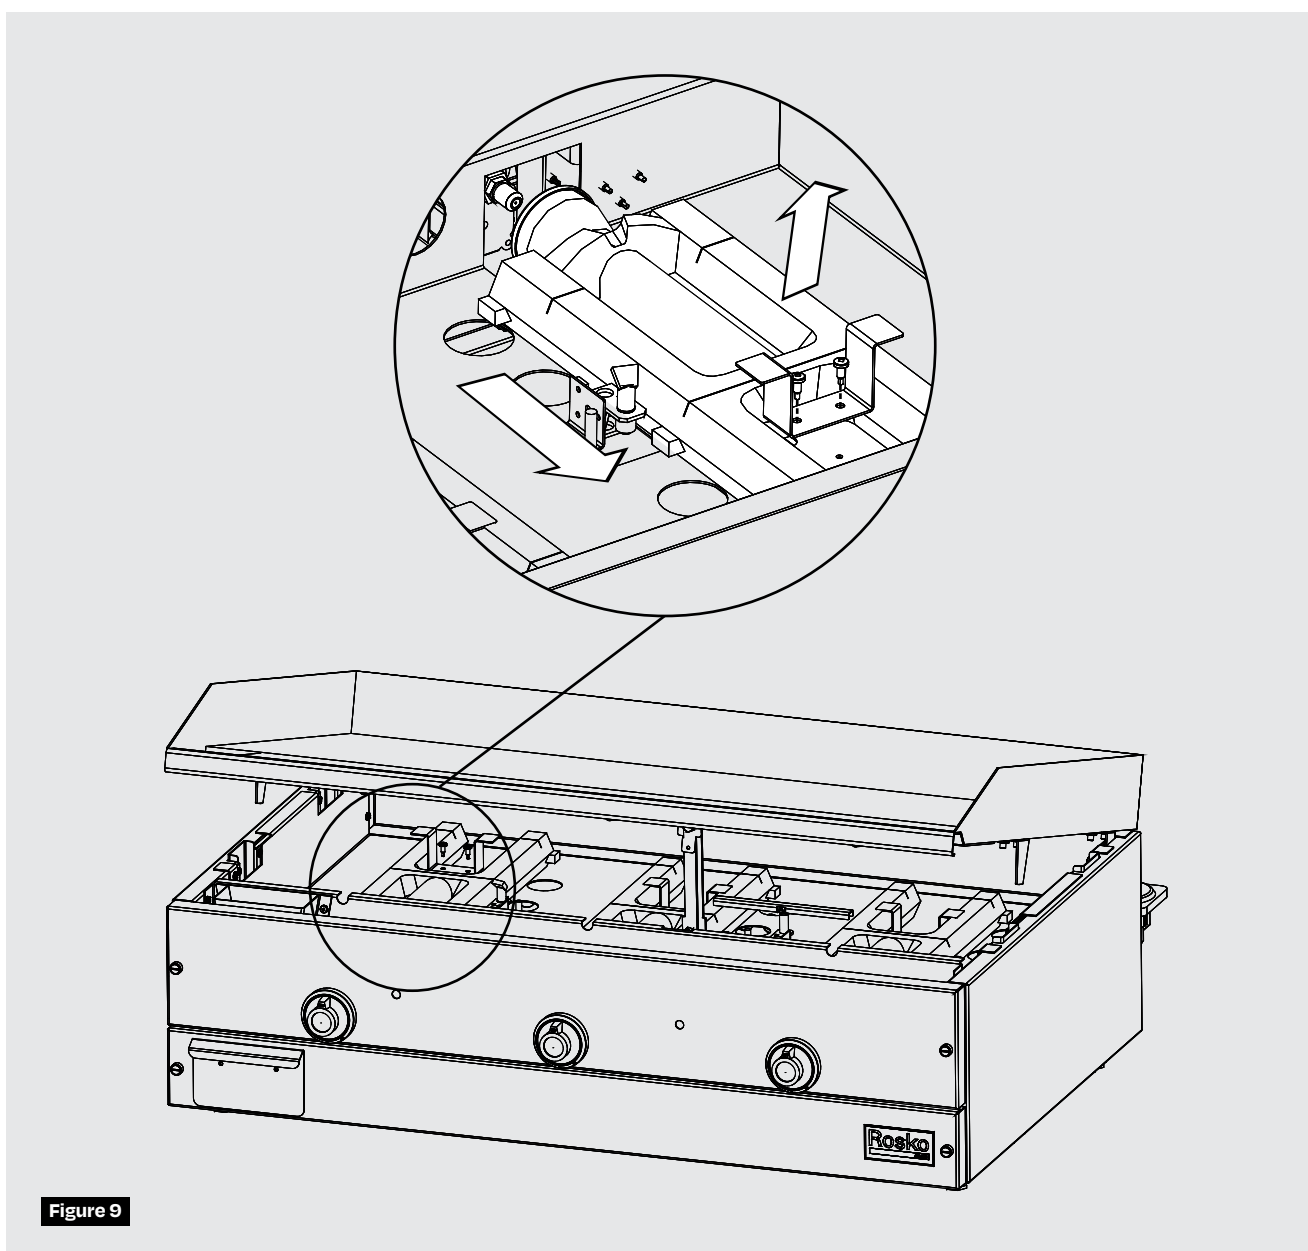

Figure 9
2. Retirer les deux (2) vis de support.
3. Tirer le brûleur vers l'arrière pour avoir accès à l'injecteur de gaz situé dans le thermostat. Répéter pour tous les brûleurs. **(Figure 9)**